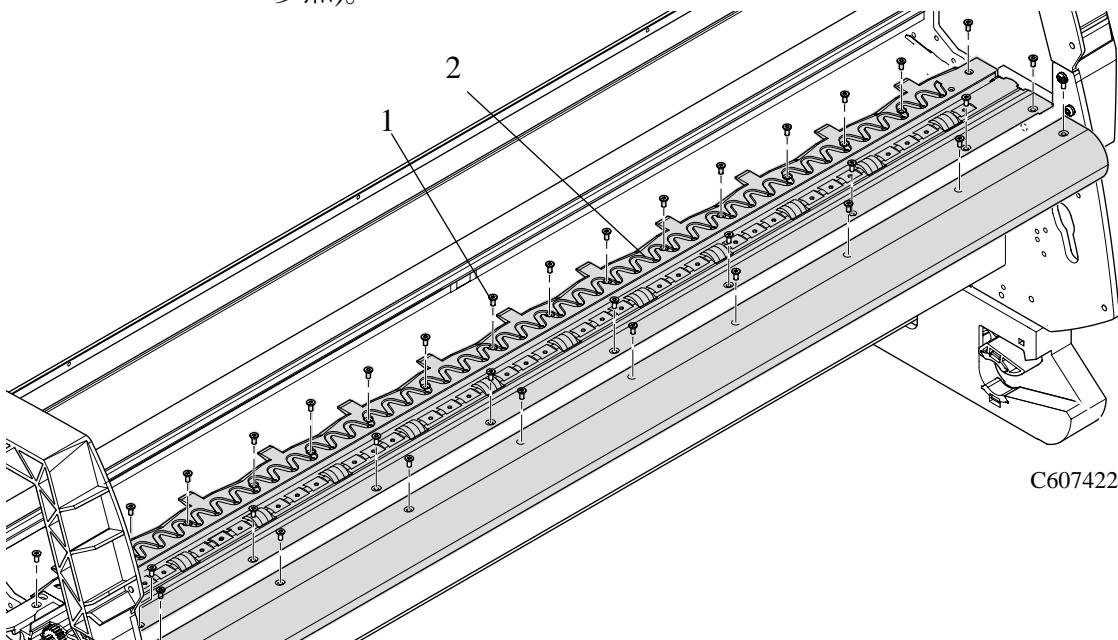

図 68 : プラテンアッセンブリ
- 2 プラテンアッセンブリ(部品2)から29本のT-10のネジ(部品1)を取り外し、プラテンアッセンブリを取り外します(図68参照)。